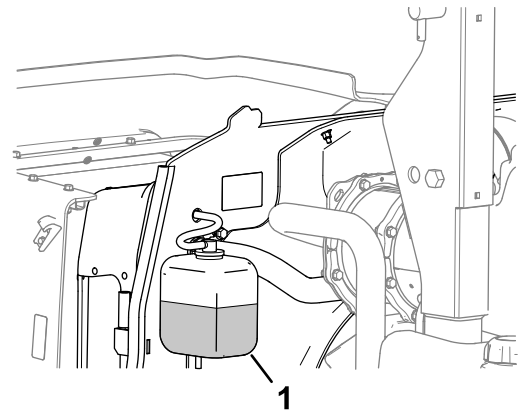

Figura 62
1. Compruebe el nivel de refrigerante en el depósito de expansión (Figura 62).